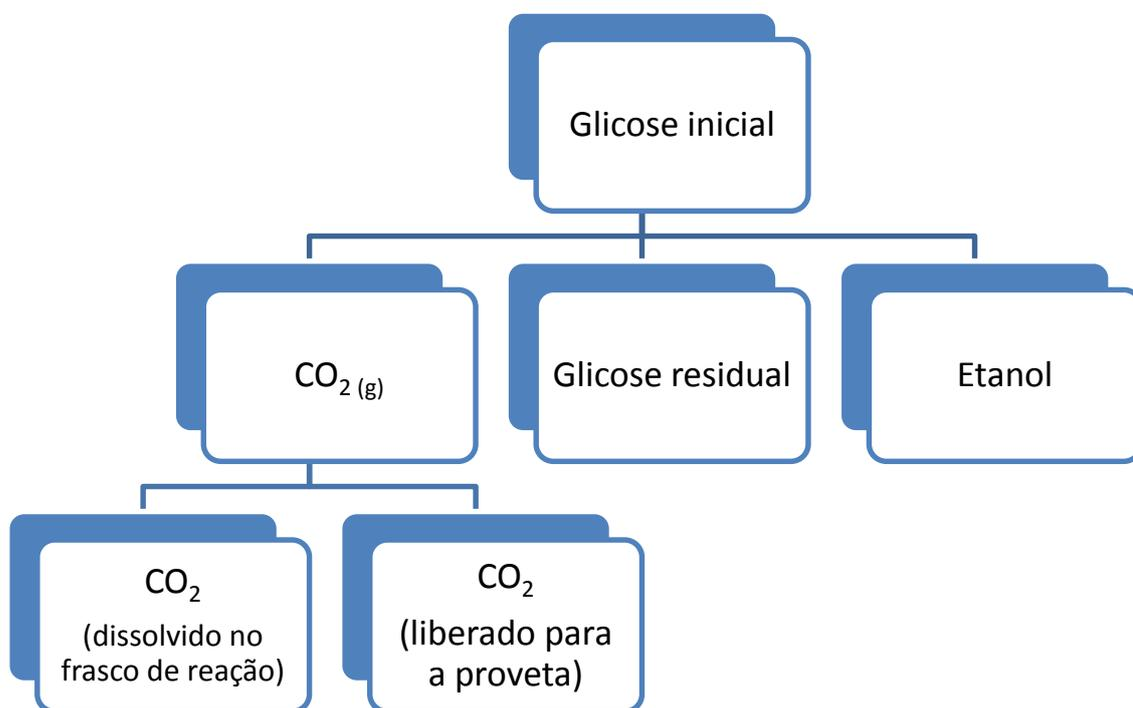

Figura 7
*A amostra inicial de glicose foi metabolizada parcialmente após 40 minutos de fermentação. A glicose não metabolizada, que permanece no frasco de reação, é chamada de "glicose residual". A glicose metabolizada foi transformada em produto gasoso (CO_2) e etanol. A maior parte do produto gasoso (CO_2) foi transferida para a proveta através da mangueira de borracha. A fração remanescente do produto gasoso (CO_2) foi dissolvida na solução. A **Figura 7** resume o processo.*